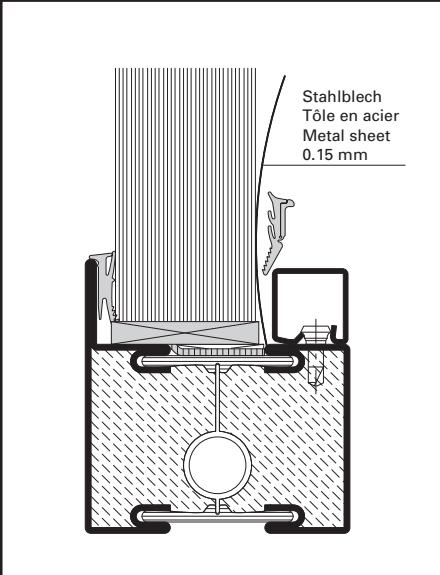

Abb. 21 / Fig. 21 / Fig. 21
- Dünne Stahlbleche (z.B. 0,15 mm) erleichtern das Eindrücken der Dichtungen im Bereich der Glasklötzte (Abb. 21).
- Une fine tôle d'acier (par ex. 0,15 mm) facilite la rentrée du joint dans la zone de la cale (fig. 21).
- Thin pieces of metal sheet (e.g. 0.15 mm) will assist in pressing in the weatherstrip in the vicinity of the glazing pads (fig. 21).